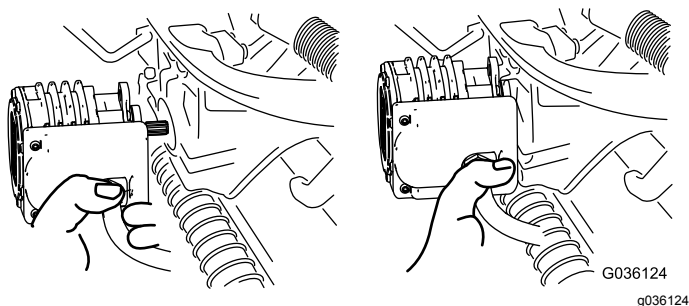

Figure 49
4. Amenez le moteur à la position de rangement sur l'avant du bras de suspension (Figure 49).